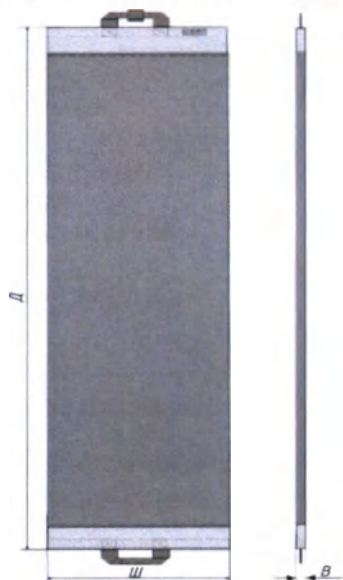
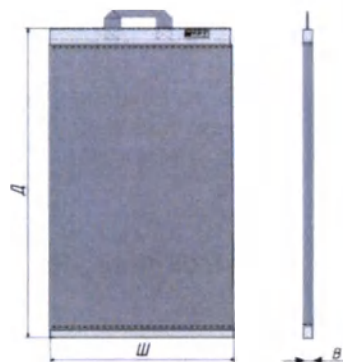

Рис. 1
Рис. 2
1.1 Матрас-слайдер мод. 1 (складной) (рис. 1) и матрас-слайдер мод. 2 (рис. 2) представляют собой изделие в виде горизонтальной панели, каркас которой выполнен из прочного полимерного материала, покрытый слоем пены с наружной части обтянутый прочной синтетической тканью. Сверху на каркас надевается чехол сменный из прочной синтетической ткани. Чехол сменный для матраса-слайдера мод. 1, (складной) и Чехол сменный для матраса-слайдера мод. 2 представляют собой замкнутое полотно в форме рукава.